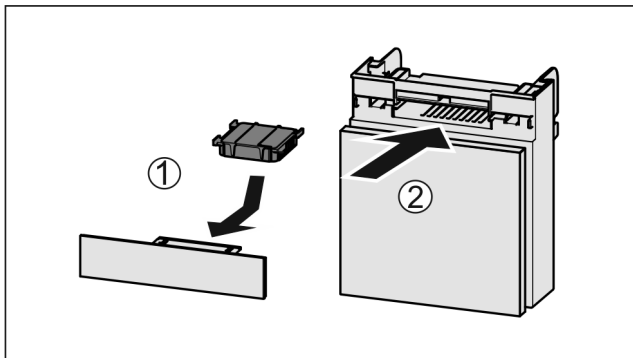

Fig. 165
- ▶ Поставете Fig. 165 (1) филтъра с активен въглен, както е показано на фигурата.
- ▶ Вкарайте Fig. 165 (2) отделението.